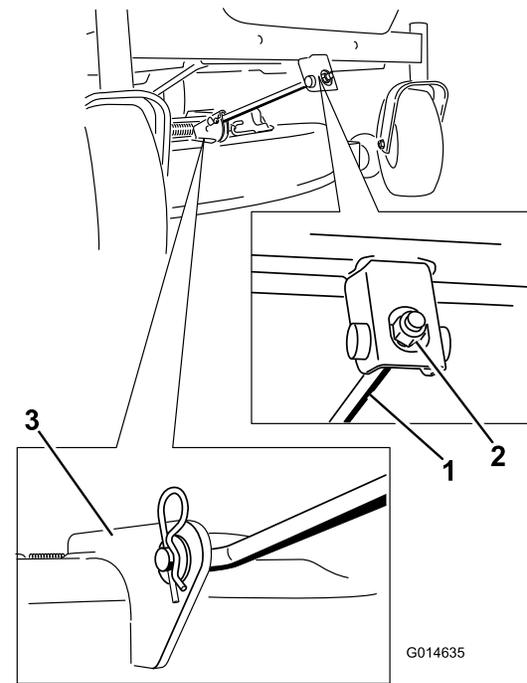

Figure 54
- Retirez la goupille fendue de la tige de support avant et déposez la tige du support de tablier (**Figure 54**). Abaissez doucement l'avant du tablier de coupe au sol.
6. Fixez la tige de support avant au tablier de coupe à l'aide de l'axe de chape et de la goupille fendue (Figure 54).